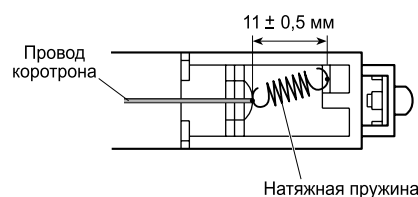

Рис. 2. Крепление натяжной пружины
- установите новый провод коротрона. При установке коротрона будьте аккуратны, не перекусывайте и не сгибайте провод коротрона, не касайтесь рабочей части провода, иначе заряд может оказаться неравномерным. После установки провода коротрона проверьте длину натяжной пружины, которая должна составлять  $11 \pm 0,5$  мм (см. рис. 2);